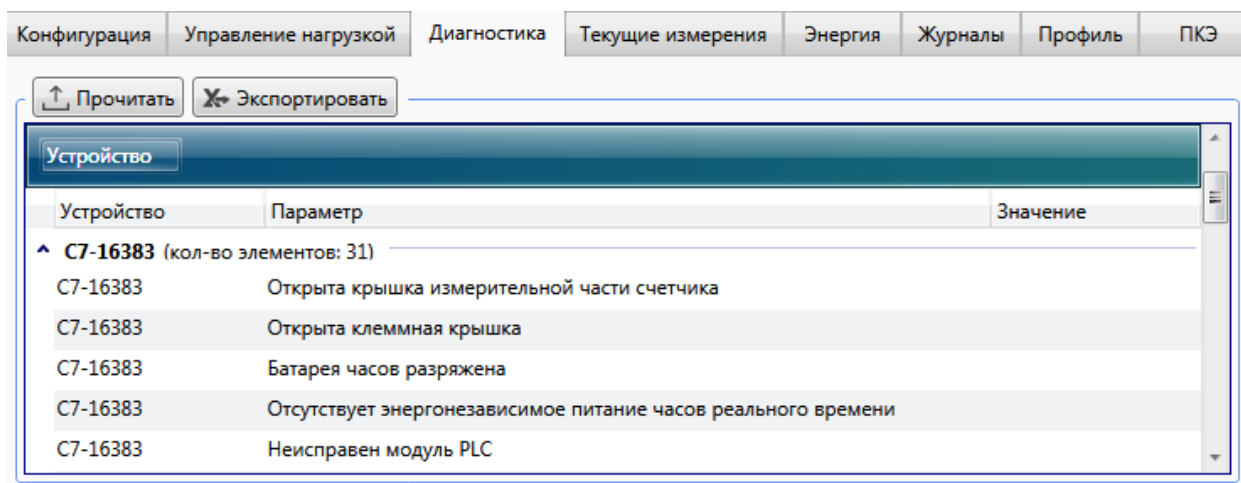

Рисунок 9.50 – Просмотр состояния счетчика
9.7.7.1 Для просмотра текущего состояния счетчика необходимо перейти на вкладку *Диагностика* окна параметров программы КОНФИГУРАТОР (рисунок 9.50).